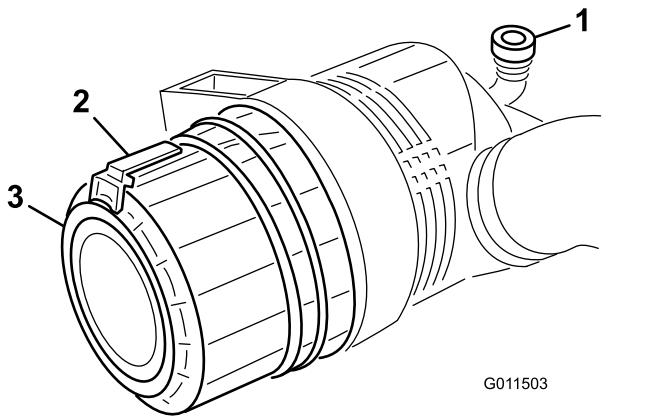

Bild 53
1. Ziehen Sie den Riegel nach außen und drehen Sie die Luftfilterabdeckung nach links (**Bild 53**).